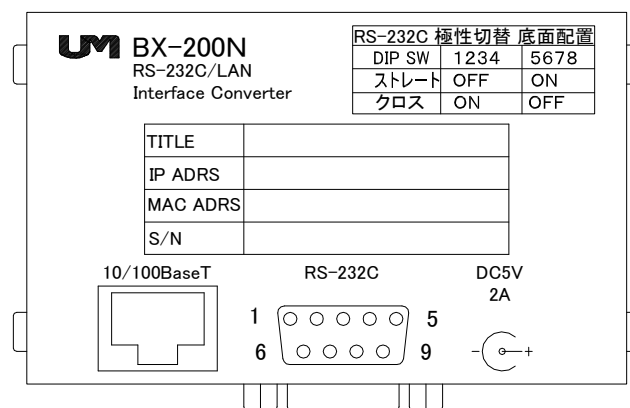

図1 BX-200N上面配置図
(図1の ④ 左表示用LED、⑤ 右表示用LED) 左、右のLEDの点灯状況が通信状態を表示します。
④左LED		⑤右LED